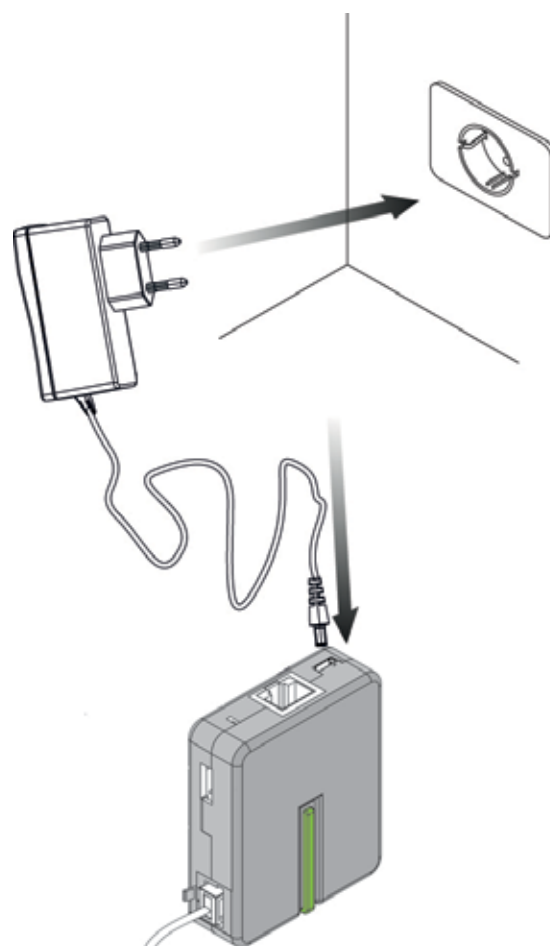

fig. 4.3
- Collegare l'alimentazione alla presa elettrica (fig. 4.3).